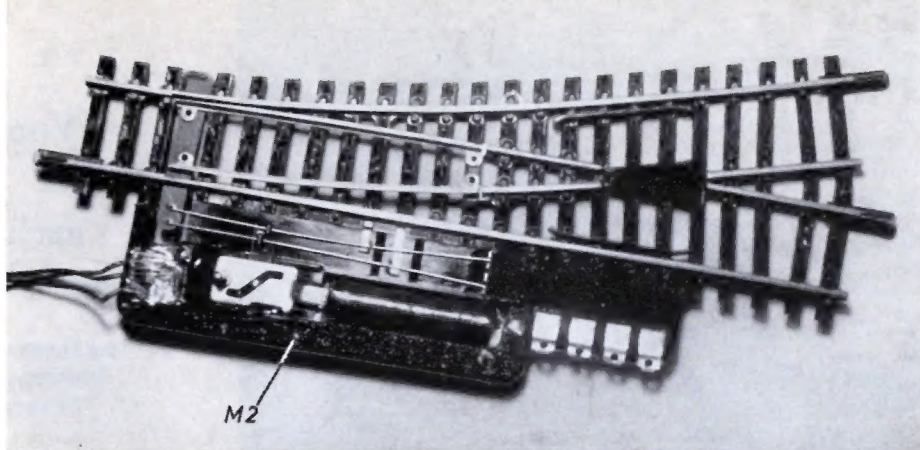

Abb. 4. Beim Umbau nach der Anleitung B verbleibt der Antriebsteil am Schwellenrost, nur die Spule wird gewissermaßen nach unten „durchgedrückt“.
4. Das freigewordene Loch im Plastikunterteil wird in Richtung der Ankerbewegung um etwa 15 mm verlängert (aussägen), damit der später einzusetzende Anker frei beweglich ist. (Er wird später mit dem Führungsschlitzteil nach oben eingesetzt; siehe Abb. 4.)
Abb. 4. Beläßt man an Trix-Wagen die verschiebbaren Puffer, dann kann man mit einer „Kurzkuppelung“ immerhin auf einen Wulst-Abstand von 6,2 mm heruntergehen (Normalabstand 10 mm). Legt man sie fest (s. Bild), dann kommt man auf 4 mm. Nimmt man dagegen das Pufferstück heraus oder klebt man es starr und fest an die Stirnwand zurückgesetzt fest, dann kann dieser Wert auf ca. 2,5 mm herabgesetzt werden.
wir weitere Versuche mit Schnellzugwagenmodellen anderer Firmen an. Bei den Trixwagen (Abb. 4 und 6) konnten wir den Abstand – bei herausgenommener Pufferplatte – auf 2,5 mm herabsetzen. Mit Puffern erhöhte sich dieser Abstand sprunghaft auf 6,2 mm, weil durch die von Trix praktizierte Parallelverschiebung der Puffer (wegen der in Pufferebene angeordneten Kupplung notwendig) diese in den Kurven ausgerechnet dorthin verschoben werden, wo sie am meisten stören: nämlich nach dem Innenraum der Kurve zu. Würde man die Puffer festlegen (oder die Pufferbohle um einen nach der Wagenmitte zu versetzten Drehpunkt schwenken), dann könnte der Wagenabstand durchaus auf 4 mm (Abb. 4) reduziert werden. Da bei einer Kurzkupplung nach Abb. 6 die Original-Trixkupplung sowieso entfernt werden muß (die Puffer also kein diesbezügliches Hindernis mehr darstellen), kann man dann auch gleich noch den Mitnehmerstift für die Pufferbohle am Kupplungsträger wegfeilen und die Pufferplatte – fast bis an die Stirnwand zurückgesetzt – am Wagenboden festkleben. (Abstand dann ca. 2,2–2,5 mm.)